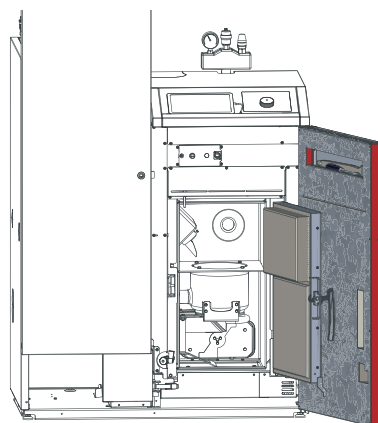

Fig. 45 Aprire la porta di contenimento e lo sportello della camera di combustione
- ▶ Aprire la porta di contenimento e lo sportello della camera di combustione (Fig. 45) – vedere anche punto 9.